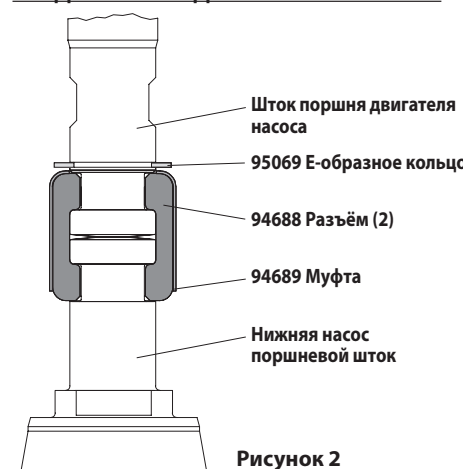

Рисунок 2
5. Использование е кольцо плоскогубцы, слайд (95069) Е-образное кольцо вверх достаточно далеко чтобы позволить втулку, чтобы двигаться вверх и отпустить два разъема (см. рисунок 2). Пневматический двигатель отложите в сторону.